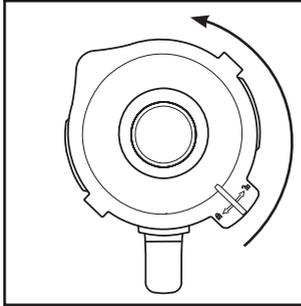

Fig. 1
- 1) Détachez le bol mixeur ③ tout droit vers le haut du bloc moteur ⑥.
- 2) Retirez le couvercle ② en le tournant dans le sens anti-horaire en direction de la position  (voir fig. 1), jusqu'à pouvoir le retirer par le haut.
- 3) Remplissez le bol mixeur ③ au minimum jusqu'au trait inférieur de la graduation ④ et au maximum jusqu'au repère MAX. Pour d'excellents résultats, nous recommandons les quantités maximales suivantes :